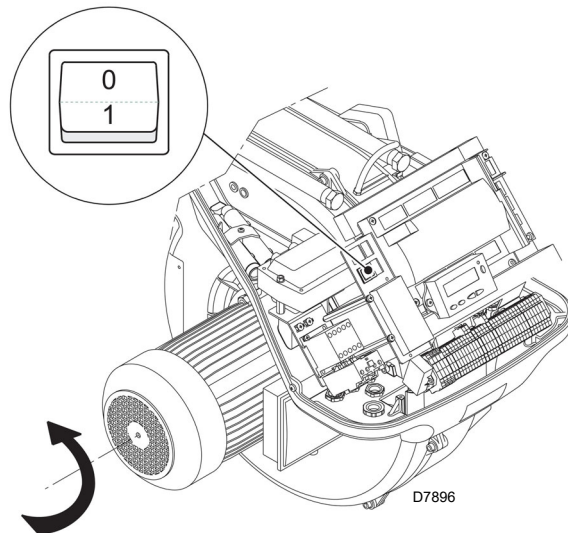

Fig. 28
Cerrar los termostatos/presostatos y poner el interruptor de la Fig. 28 en la posición "1".
Inmediatamente después del arranque del quemador posicionarse de frente al ventilador de refrigeración del motor ventilador y controlar que el mismo gire en sentido contrario a las agujas del reloj. Véase la Fig. 28.
- colocar el interruptor de la Fig. 28 en la posición "0" y esperar que la caja de control ejecute la fase de apagado;
El quemador está en estado de espera de solicitud de calor o el selector "0-1" de la (Fig. 28 a pág. 34) está en la posición "0".
Con el selector "0-1" (Fig. 28 a pág. 34) el quemador no se detiene inmediatamente, sino que se ejecuta la fase de apagado.